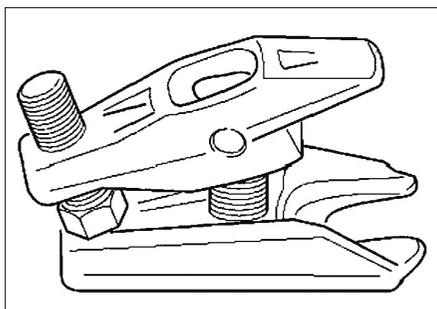

FIG. 2
- Extracteur de rotule de direction (réf : 323090) (Fig.2).